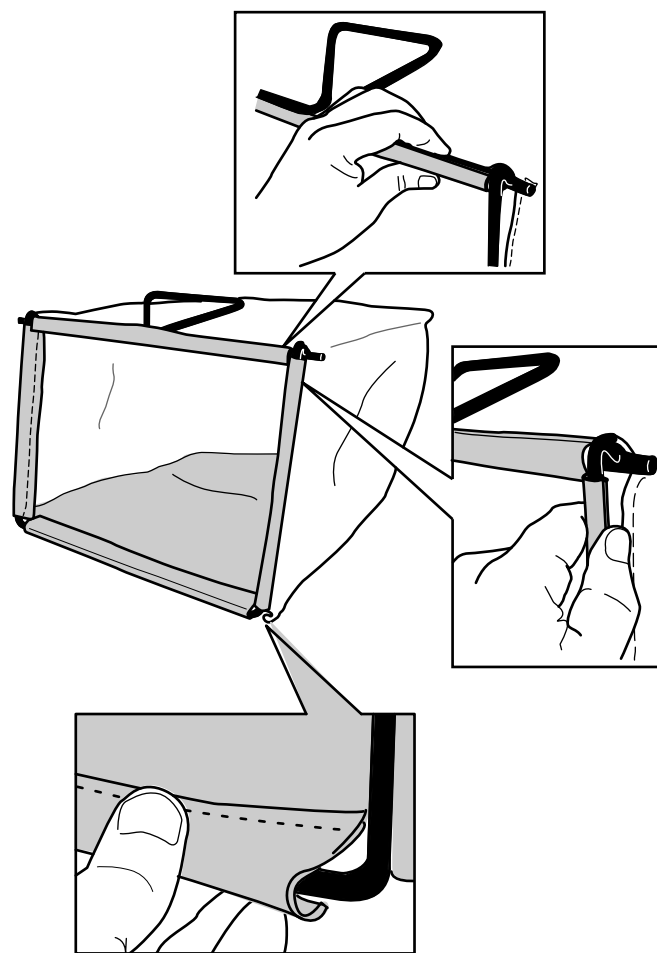

Рисунок 8
2. Зацепите нижний обод травосборника за нижнюю часть рамы (Рисунок 8).
3. Зацепите верхний и боковой обод травосборника за верхнюю и боковые стороны рамы, соответственно (Рисунок 8).